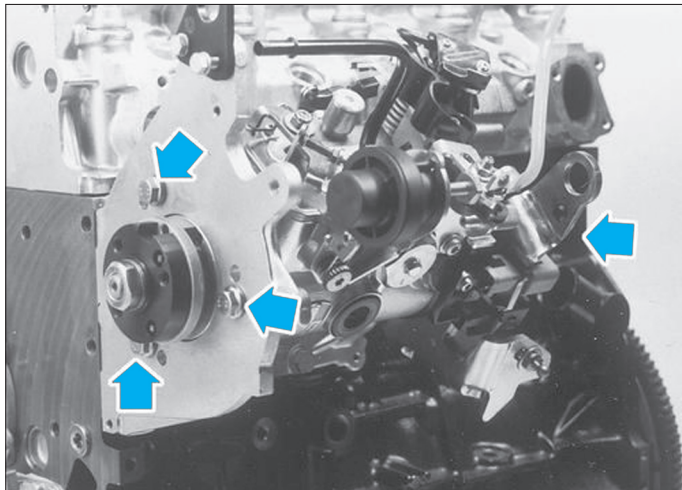

FIG. 26
- les 3 vis de fixation avant de pompe d'injection (Fig.26),